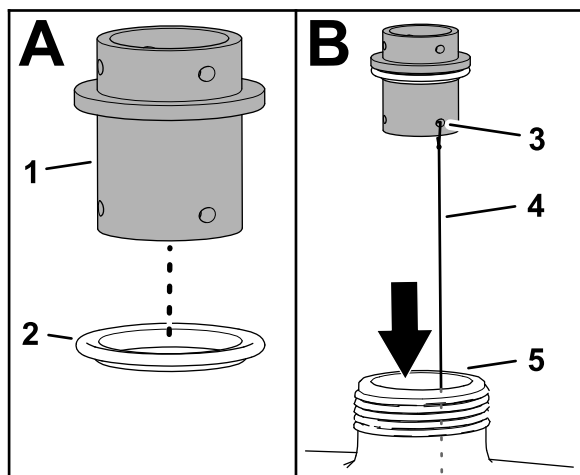
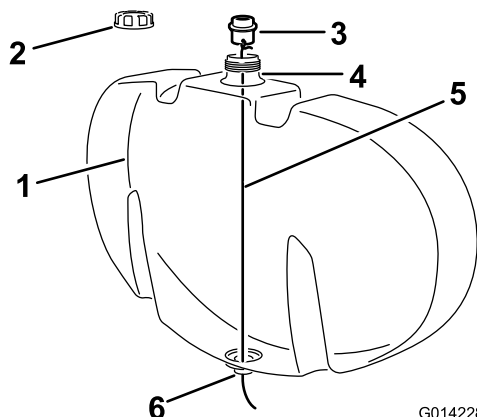

Figure 5
Figure 6
- A. Placez un joint transparent sur le raccord de traversée, comme montré à la Figure 5.
- B. Attachez un fil d'environ 122 cm de longueur dans l'un des trous de l'étrier de fixation du raccord de traversée, comme montré à la Figure 5.
- C. S'il est en place, retirez le bouchon du réservoir de rinçage (Figure 6).
- D. Descendez le fil par l'ouverture dans l'orifice de remplissage du réservoir et faites-le passer par le trou au fond du réservoir (Figure 5 et Figure 6).